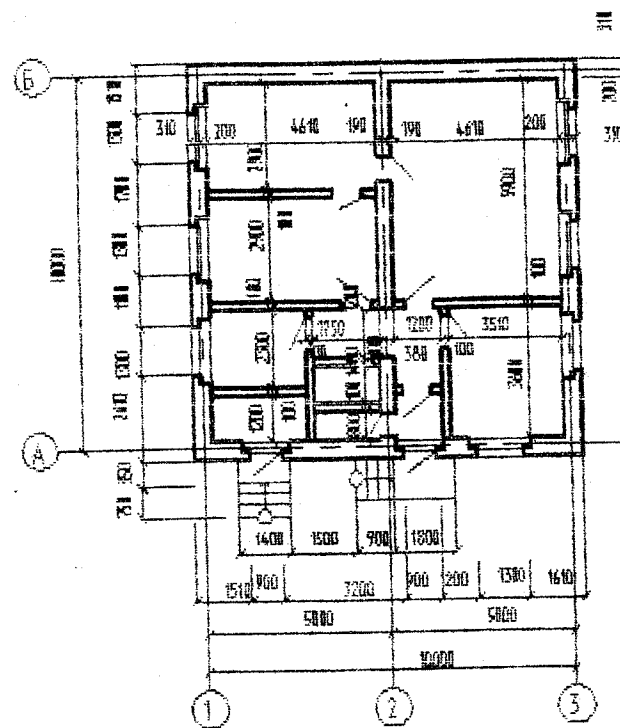

Рис.4
- 4. Вычертить все оконные и дверные проемы с привязками (рис.4).
- Вариант 4. Толщина капитальных стен из шлакобетона 400 мм. Привязка по осям А, Б, В и 2 центральная, по осям 1 и 3 односторонняя. Оконные и дверные проемы без четвертей (рис. 4).